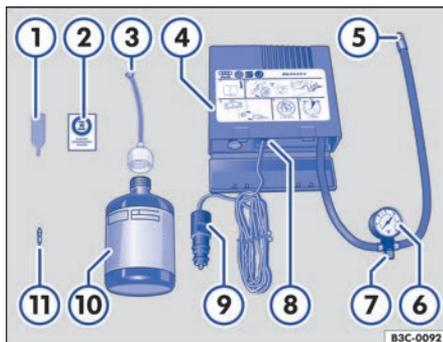

Fig. 190 Representación esquemática: componentes del kit reparapinchazos.
El kit reparapinchazos se compone de los siguientes elementos → fig. 190:
12. Pegue el adhesivo → fig. 190 ② del kit reparapinchazos en el tablero de instrumentos dentro del campo de visión del conductor.
- Desenrosque el obús de la válvula con el desmontaobuses → fig. 190 ① y deposítelo sobre una superficie limpia.
- Agite enérgicamente la botella de sellante → fig. 190 ⑩ unas cuantas veces.
- Enrosque fijamente el tubo de llenado → fig. 190 ③ en la botella de sellante en el sentido de las agujas del reloj. El precinto de la boca de la botella se perfora automáticamente.
- Retire el tapón del tubo de llenado → fig. 190 ③ e introduzca el extremo abierto en la válvula del neumático por completo.
- Enrosque nuevamente el obús en la válvula del neumático con ayuda del desmontaobuses → fig. 190 ①.
- Enrosque fijamente el tubo de inflado → fig. 190 ⑤ del compresor de aire en la válvula del neumático.
- Compruebe que el tornillo de descarga de aire → fig. 190 ⑦ esté cerrado.
- Acople el conector → fig. 190 ⑨ a la toma de corriente de 12 voltios del vehículo → página 131.
- Encienda el compresor de aire con el conmutador de encendido y apagado → fig. 190 ⑧.
- Deje en marcha el compresor hasta alcanzar una presión de 2,0 a 2,5 bares (29-36 psi/200-250 kPa) → ⚠. **No lo deje funcionar más de 6 minutos** → ①.
Vuelva a enroscar el tubo de inflado → fig. 190 ⑤ y compruebe la presión de inflado del neumático en el indicador ⑥.